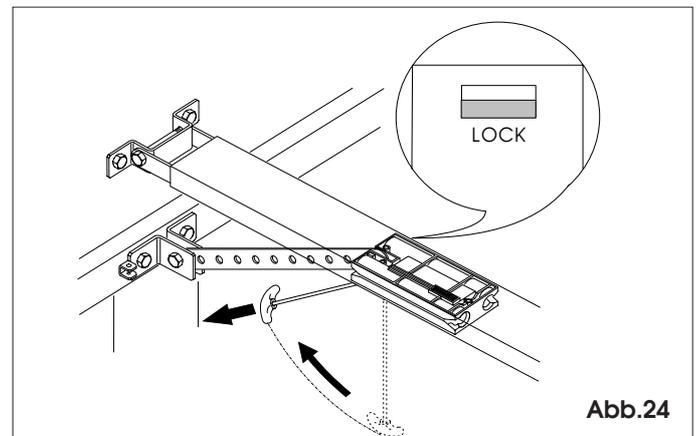

Abb.24
7.23 Die Automatikvorrichtung durch horizontales Verstellen des Hebels wieder blockieren (Abb.24, N.B. beim Loslassen ist sicherzustellen, dass am Fenster unter dem Schlitten mit der roten Anzeige "LOCK" die korrekte Bewehrung angezeigt wird).